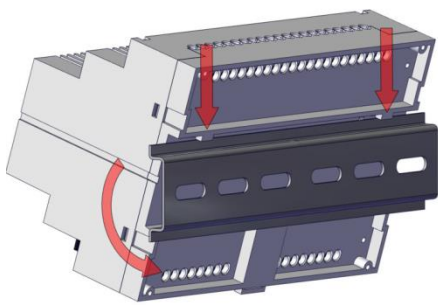

Abb. 2: Aufsetzen auf die Hutschiene
- ▶ Setzen Sie das Versorgungs- und Steuergerät Video auf die Hutschiene auf (Abb. 2).